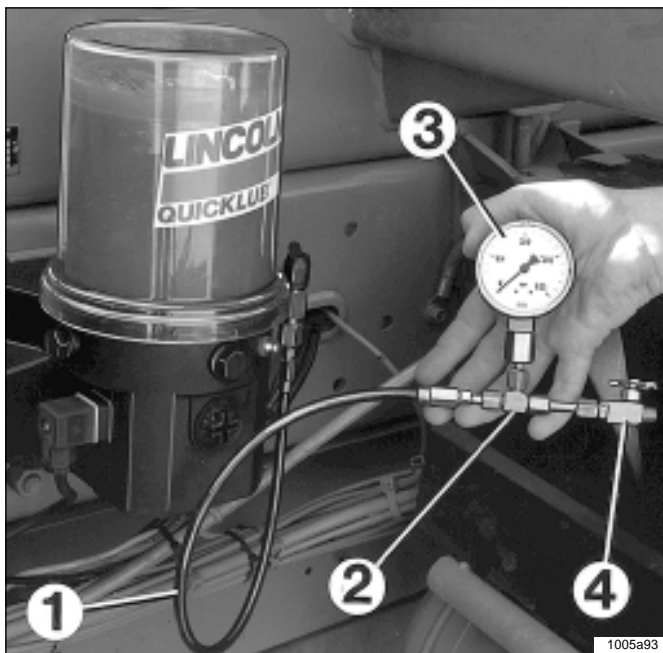

Fig. 24 - Kontroll av sikkerhetsventil
- \* Koble til manometeret (0-600 bar; 0-8708 psi) på sikkerhetsventilen (Fig. 24).